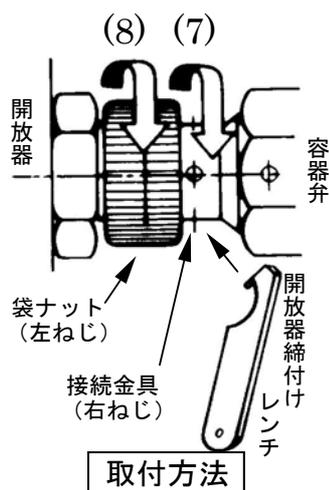

図 24 開放器の取付方法
- (1) 開放器を加圧用ガス容器の容器弁に装着します。
- (2) 接続金具開放器側の袋ナットを少し緩めます。この袋ナットは左ネジになっています。また開放器取付部は二重ネジ構造になっています。
- (3) 袋ナットを緩めると開放器接続金具が自由になるのでこの状態で容器弁に開放器を取付、接続金具を締めます。開放器接続金具の締付けは「開放器締付けレンチ」を使用して下さい（図 24-(7)参照）。
- (4) ガス発生器接続金具を開放器に取り付けて下さい。（図 24-(8)参照）。
- (5) ガス発生器を取り付け、制御盤に接続して下さい。